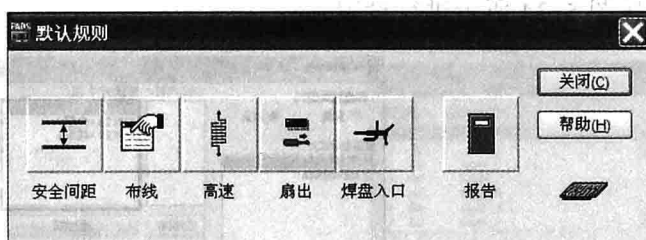
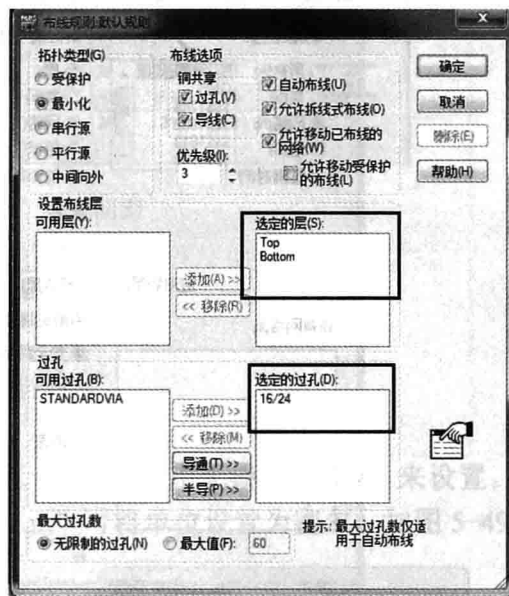

图 5-37 “默认规则”对话框
图 5-43 “布线规则: 默认规则”对话框
(3) 设置默认的安全间距规则。
① 单击  图标, 弹出“默认规则”对话框, 如图 5-37 所示。再单击  图标, 将弹
(6) 设置默认的布线规则。在图 5-37 所示对话框中, 单击  图标, 随后弹出“布线规则: 默认规则”对话框, 如图 5-43 所示。选定布线层为顶层和底层; 同时将选定的过孔设置为 16/24。